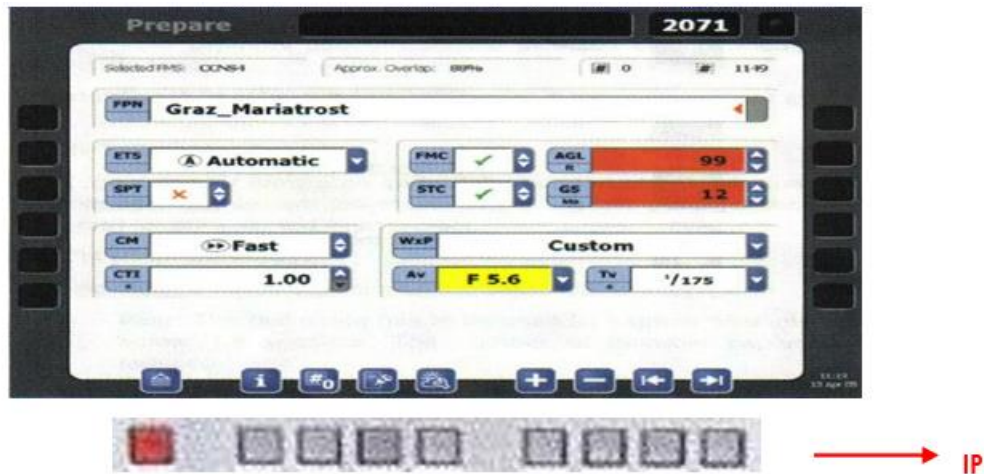

Figura 20. Ventana Flight Project Parameter
La ventana Flight project parameter es desplegada y el conjunto de opciones de los botones en el panel de interfase (IP) cambian para la configuración de proyectos, Ver Figura 20, Tabla 15 y Tabla 16.
8. Presione en el panel de interfase (IP) el botón  y reinicie el contador de captura en la ventana flight projectp parameter.
9. Presione en el panel de interfase (IP) el botón  y salve los parámetros del proyecto de vuelo de la ventana flight project parameter.
1. Presione en el panel de interfase (IP) el botón  y configure las condiciones climáticas en la ventana flight project parameter Figura 20.